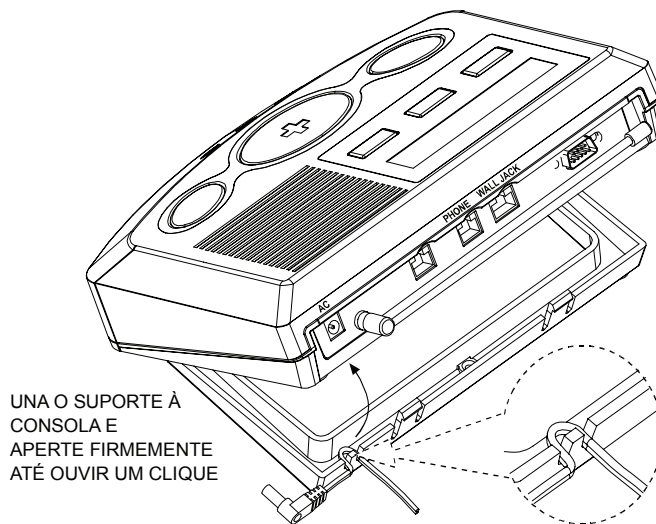

Figura 5a – Enrolar o cabo de energia
1. Enrole o cabo de energia em torno do suporte, como mostrado na Figura 5a.